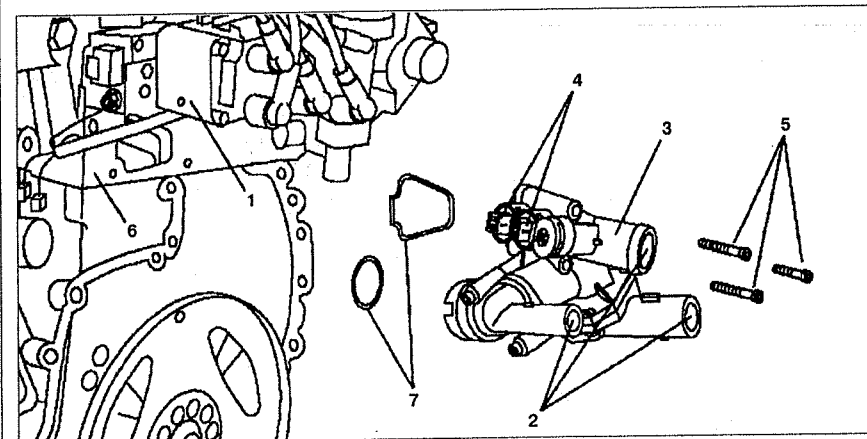

Рис. 3.36. Корпус термостата:
2. Снимите катушку зажигания 1 (см.рис.3.36).